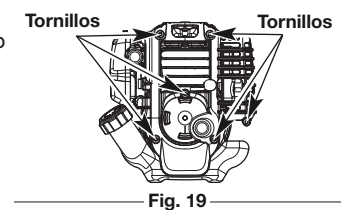

Fig. 19
- Quite los 6 tornillos de la tapa del motor con un destornillador plano o un destornillador Torx T-25 (Fig. 19). Quite la cubierta del motor.
2. Quite los 6 tornillos de la tapa del motor con un destornillador plano o un destornillador Torx T-25 (Fig. 19). Quite la cubierta del motor.